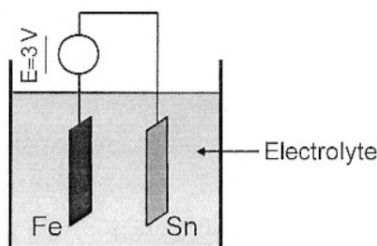

FIGURE 17.18 – Schéma du montage d'étamage
1. Compléter le schéma de la Figure 17.18, en précisant la polarité du générateur ainsi que le sens de passage du courant. Qualifier chaque électrode du terme "anode" ou "cathode".